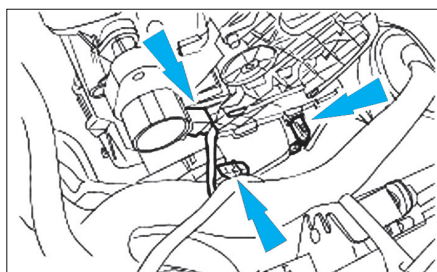

Fig. 52
- Débrancher les connecteurs droits de boîtier de radiateur de chauffage (Fig.52).